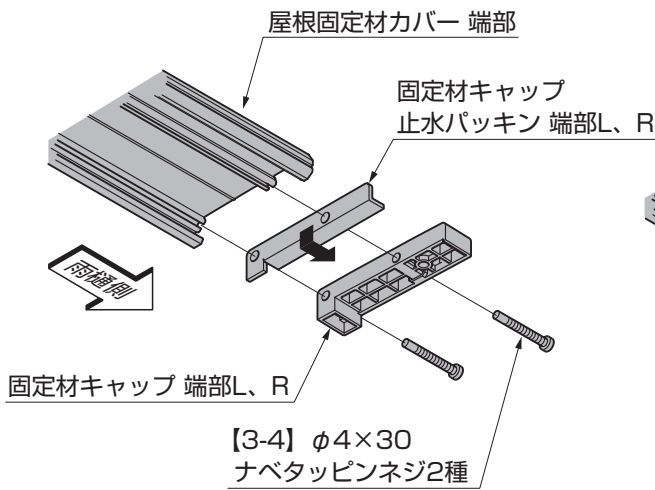

図9-10 端部
- ① 固定材キャップ 止水パッキン 端部L、R、固定材キャップ 端部L、Rを屋根固定材カバー 端部の雨樋側に【3-4】で取付けてください。(図9-10参照)